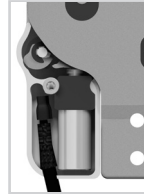

Abb. 25
- 3 Verlegen Sie das Kabel für den Hubmagneten (Abb. 25).